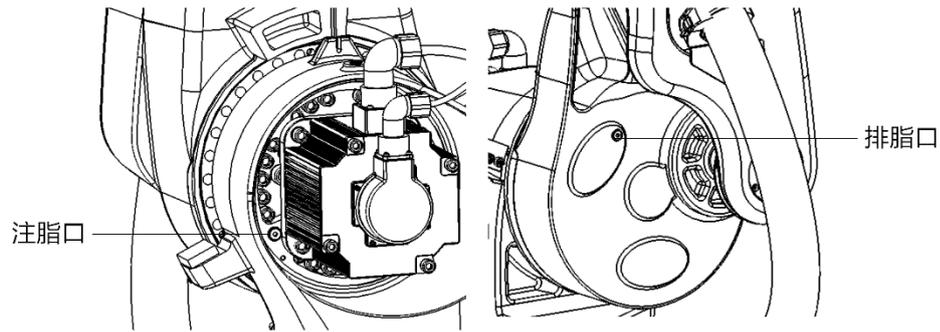

图 12-9 更换 J2 轴减速器润滑脂
- 步骤4. 卸下排脂口 M10x1 堵头，如图 12-9 所示。